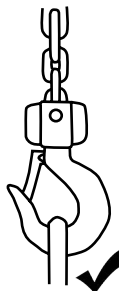

Abbildung 1
- Hängen Sie die anzuhebende Last mittels Hebebändern, Ketten oder anderer für die Art, Form und das Gewicht der Last geeigneter Anschlagmittel in den Lasthaken (4) ein (siehe Abb. 1).
- Zentrieren Sie die Last richtig am Lasthaken (siehe Abb. 1).